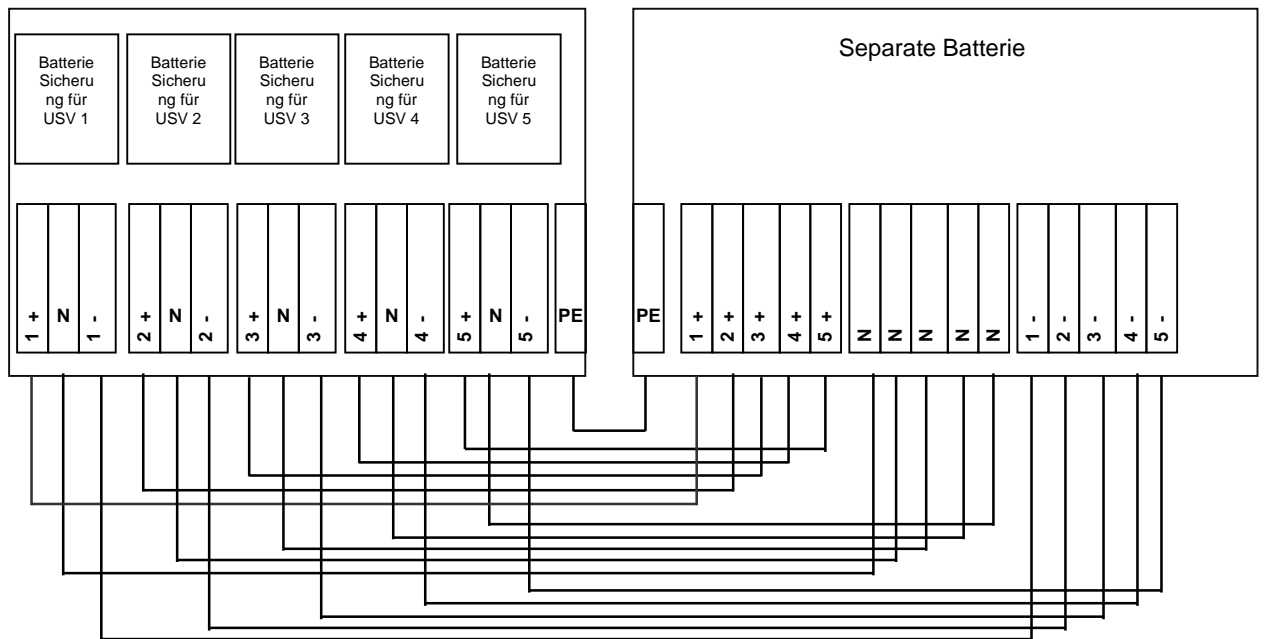
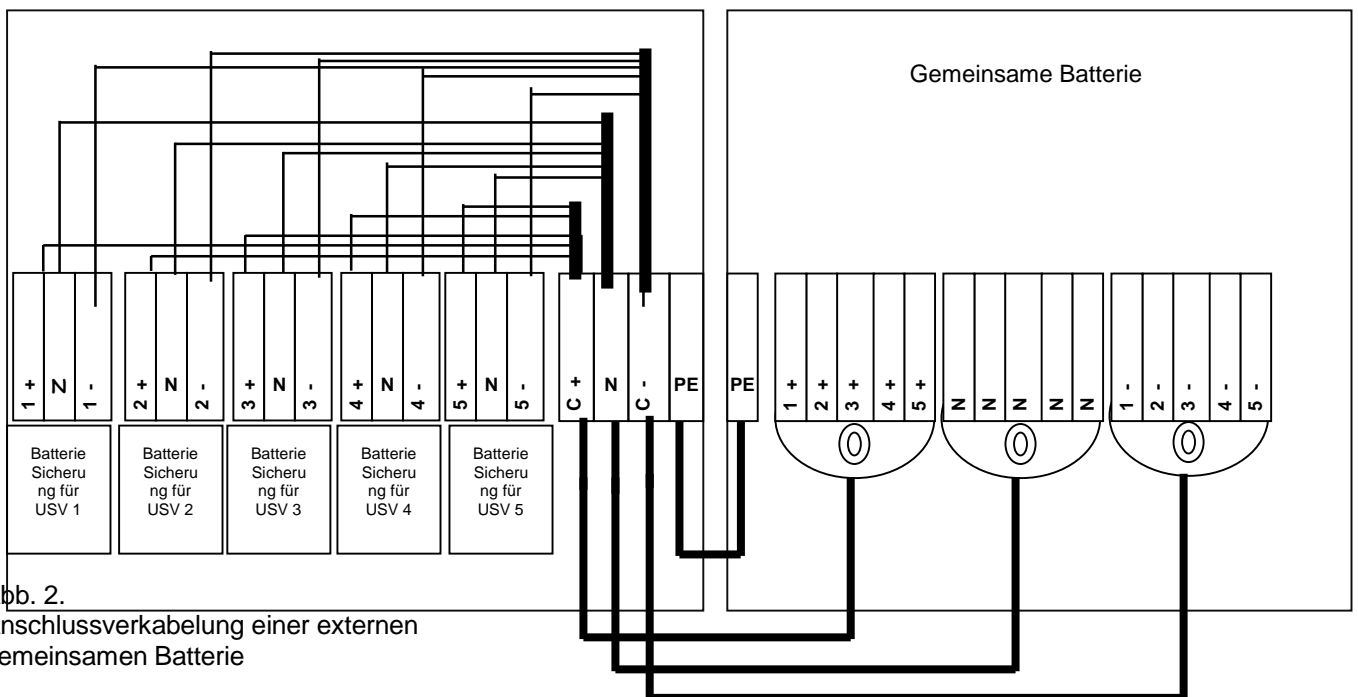

Abb. 1. Anschlussverkabelung einer externen separaten Batterie
Abb. 2. Anschlussverkabelung einer externen gemeinsamen Batterie
- 5) Verbinden Sie die entsprechenden **+** , **N**, **-** Anschlussklemmen zwischen USV und Zusatzbatterieschrank gemäß der Zeichnung Fig. 1. oder Fig. 2.